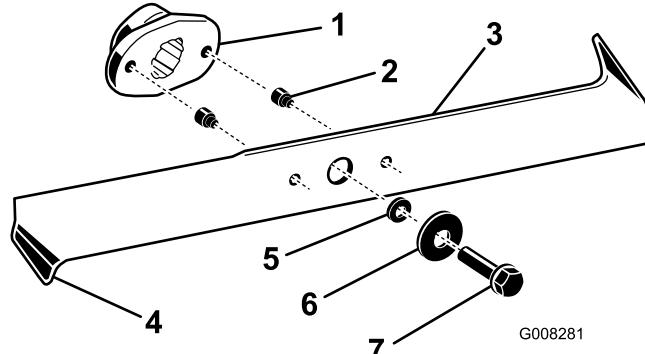

Figure 35
2. Examinez le tranchant des lames (Figure 35). Si elles ne sont pas tranchantes ou si elles présentent des indentations, déposez et affûtez les lames (voir Aiguiseage des lames).
3. Inspectez les lames, surtout les bords recourbés (Figure 35). Si vous remarquez que les lames sont
4. Si les goupilles de cisaillement sont cassées, remplacez-les immédiatement (Figure 35).
3. Enlevez les boulons, les rondelles et les lames (Figure 35). Pour enlever le boulon, bloquez éventuellement la lame en introduisant une cale en bois entre la lame et le carter de tondeuse.
1. Montez les lames, les rondelles et les boulons de fixation (Figure 35).